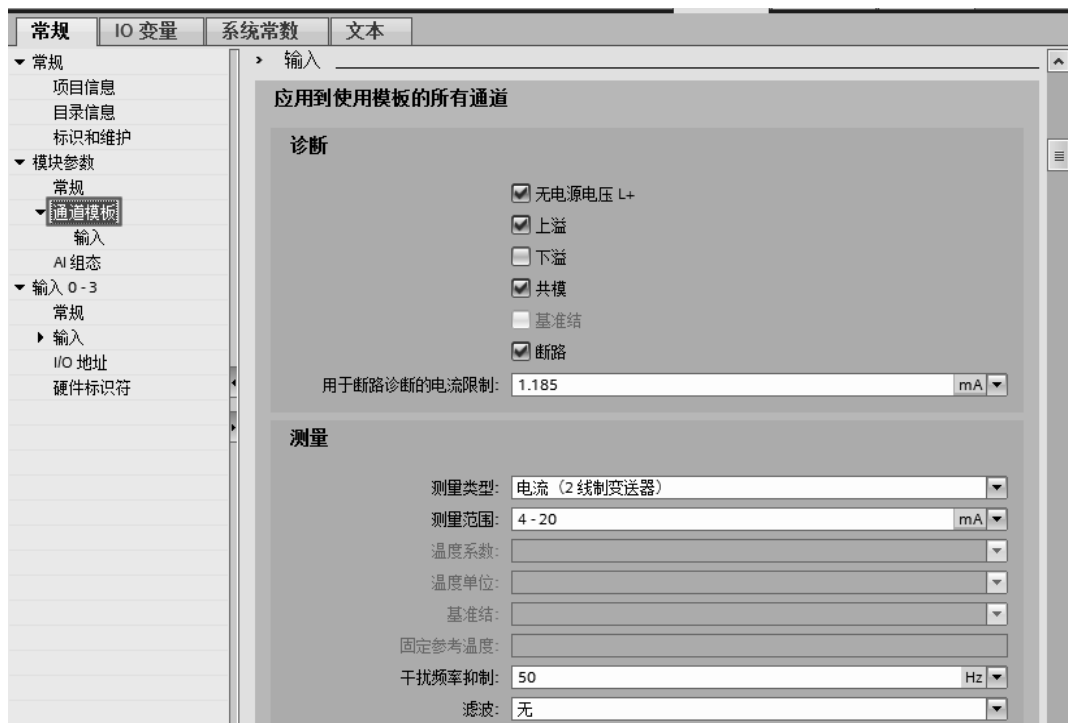

图 3-54 通道模板
② “通道模板”选项中，有两个选项“输入”和“AI 组态”。
a. 输入。如图 3-54 所示，如激活了“无电源电压 L+”、“上溢”（测量值超出上限时，启用中断）、“下溢”（测量值低于下限时，启用中断）、“共模”和“断路”等选项中的一项或者几项，则模块出现以上描述的故障时，会激活故障诊断中断。
b. 测量。如图 3-54 所示，测量类型选项卡中包含：电流（2 线变送器）、电流（4 线变送器）、电压、热电阻（2 线式）、热电阻（3 线式）、热电阻（4 线式）、热敏电阻（3 线式）、热敏电阻（4 线式）、热电偶和已禁用等选项。测量类型由模块所连接的传感器的类型决定。测量范围实际就是对传感器量程的选择。例如，如果选择的是电压型传感器，有多达 9 个量程可供选择。